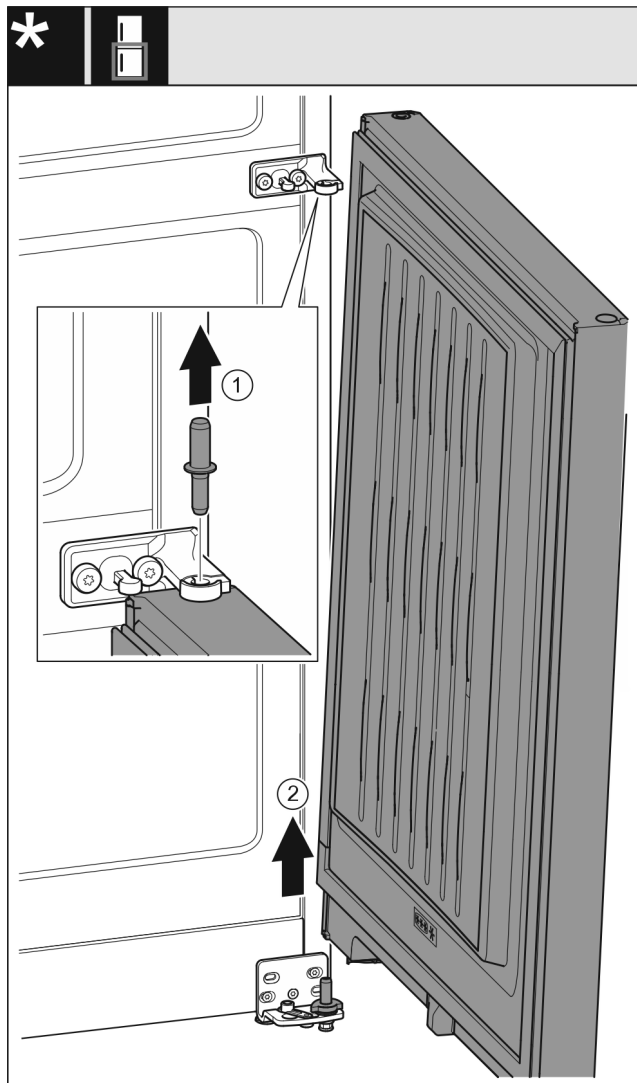

Fig. 10 Bez tlumiče zavírání
- Čep Fig. 10 (1) vytáhněte nahoru.
- Dveře Fig. 10 (2) kývněte a odložte stranou.